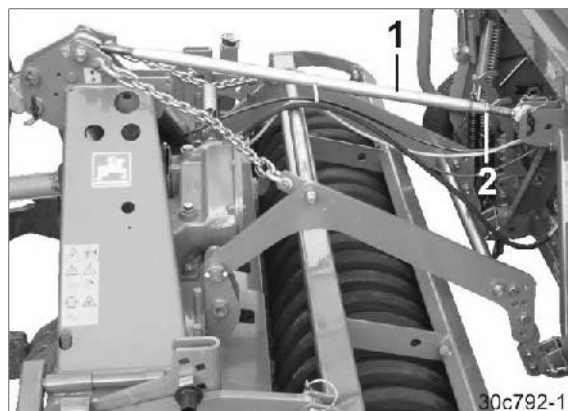

図 36
8. アッパーリンク（図 36/1）を、シードドリルのピンでシードドリルのアッパーリンクに連結します。
11. 調節したアッパーリンクをロックナット（図 36/2）で固定します。